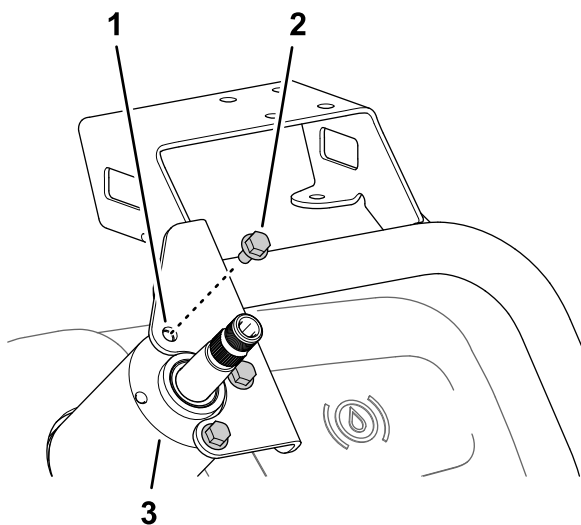

図 163
2. モニタマウントをステアリングバルブのハウジングに取り付ける図 163 フランジヘッドボルト 6 x 12mm 3本を使用する。